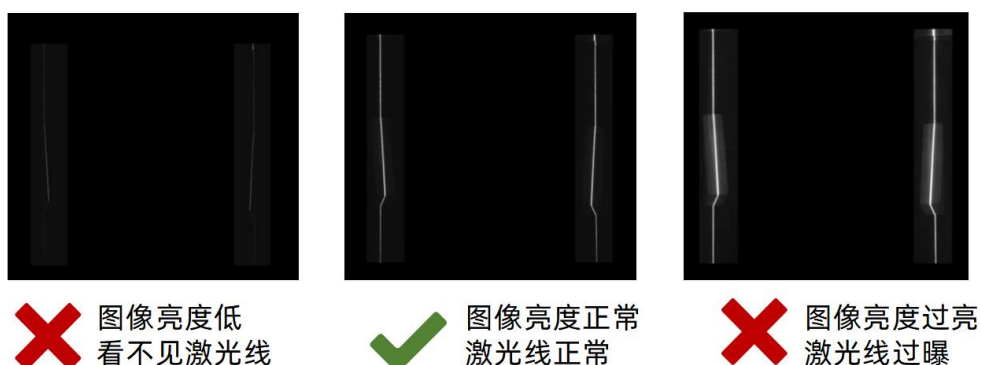

图 3-6 曝光时间调整
- 可先设置曝光调至 500，左右增益为 2。然后通过调整曝光时间和增益来调整检测目标表面的激光线的亮度，如图 3-6 所示。